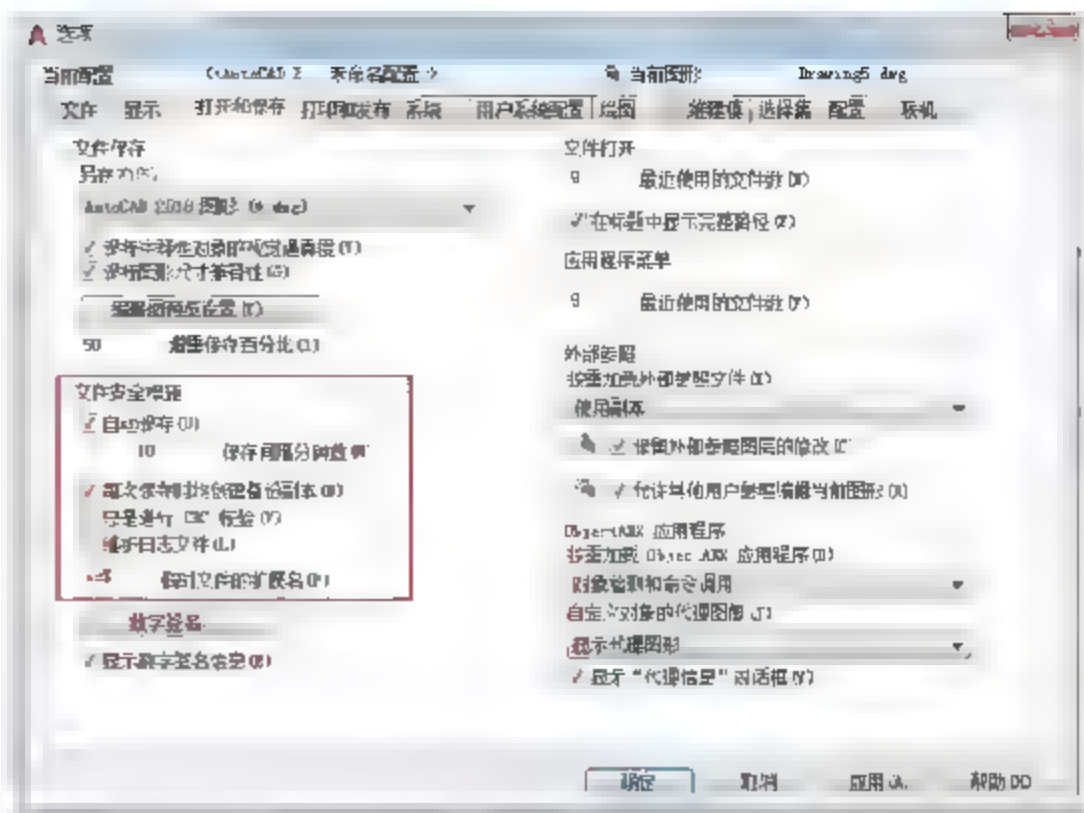

图2-145 设置参数
- 02 单击【打开和保存】选项卡，在【文件安全措施】选项组中勾选【自动保存】复选框，根据需要在下面的文本框中输入合适的间隔时间和保存方式，如图2-145所示。